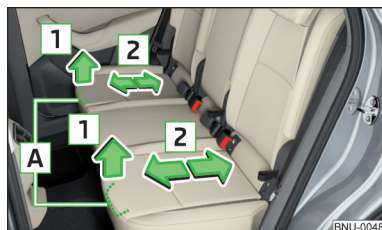

Fig. 87
- Tirar de la palanca **A** en la dirección de la flecha **1** y deslizar el asiento en la dirección deseada en la dirección de la flecha **2** » fig. 87. Después de soltar la palanca de mando tiene que encajar el enclavamiento de forma audible.
- Desplazar hacia atrás el asiento hasta el tope » fig. 87 de la pág. 90.